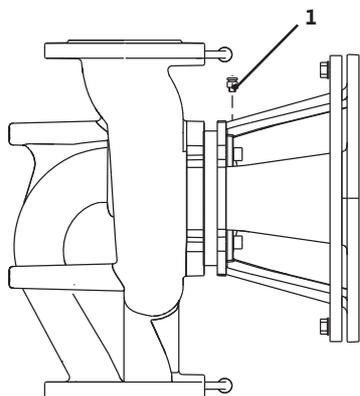

Fig. 40: Luftventil
- Luftepumpen ved å løsne luftventilene (Fig. 40, pos. 1). Tørrkjøring ødelegger pumpens mekanisk tetning. Ikke luft differansetrykkgiveren (fare for ødeleggelse).